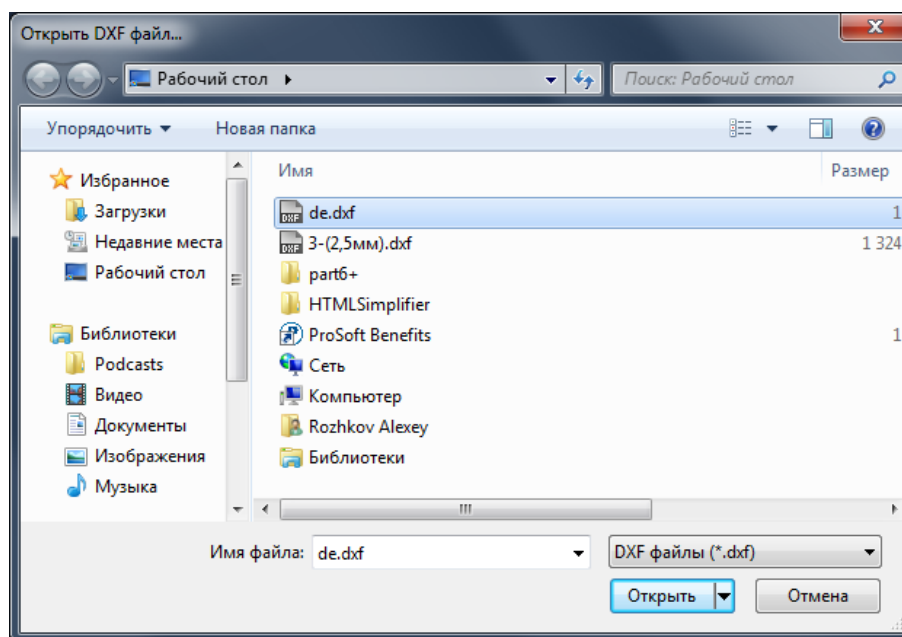

Рис. 695. Окно выбора файла для импорта
6. В отобразившемся стандартном окне операционной системы выбрать файл с расширением **.dxf**, из которого будет осуществляться импорт, см. Рис. 695.